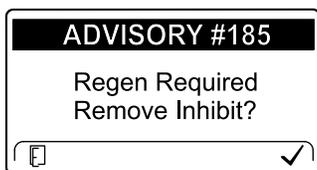

Figura 42
**Nota:** Se configurar o InfoCenter para inibir a regeneração, o InfoCenter apresenta o AVISO N.º 185 (Figura 42) a cada 15 minutos enquanto o motor pedir uma regeneração de reposição.